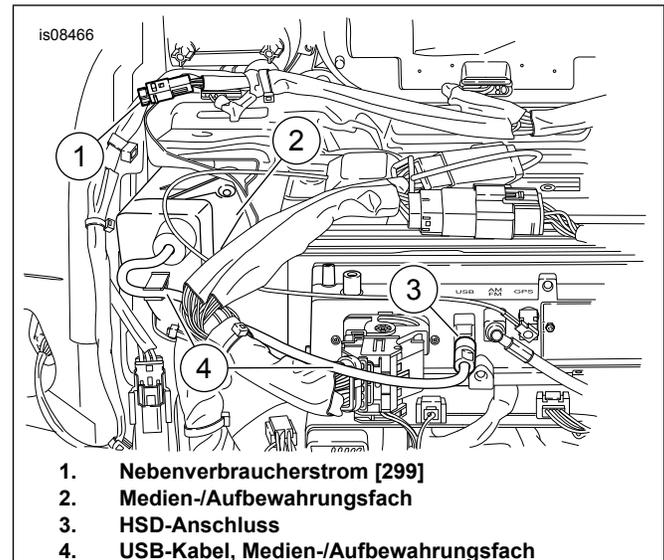
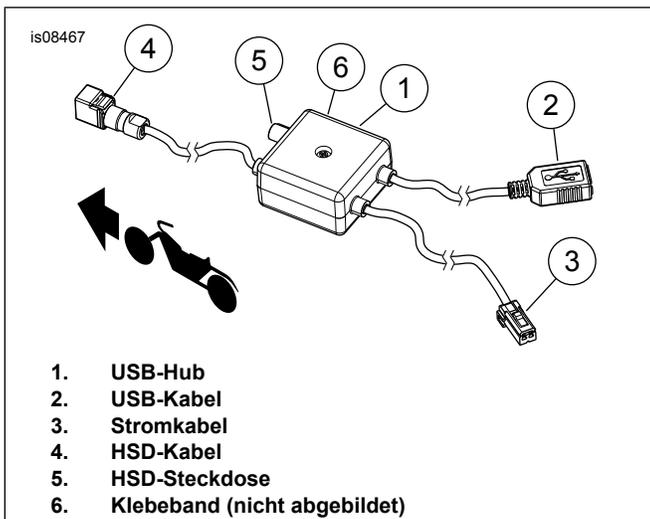

Abbildung 1. Verkabelungsstellen am USB-Hub
Abbildung 2. Stromlaufplan USB-Hub
1. Siehe Abbildung 1. Das USB-Kabel (4) vom HSD-Anschluss (3) an der Rückseite des Radios abstecken.
2. Siehe Abbildung 2. Stromkabel (3) am Nebenverbraucherstrom anschließen [299] (1, Abbildung 1).
3. HSD-Kabel (4, Abbildung 2) mit HSD-Anschluss (3, Abbildung 1) verbinden.
4. USB-Kabel (4, Abbildung 1) in HSD-Steckdose (5, Abbildung 2) einstecken.
6. Das USB-Kabel (2, Abbildung 2) am Einsatz entlang, am Rahmen entlang und über das Schutzblech in den Tour-Pak oder die Satteltasche verlegen. Nach Bedarf mit Kabelbindern befestigen.
2. Die Verlegung des USB-Kabels (2, Abbildung 2) durchführen, und zwar gemäß Verlegung des vorhandenen Bordsteckdosenkabels.